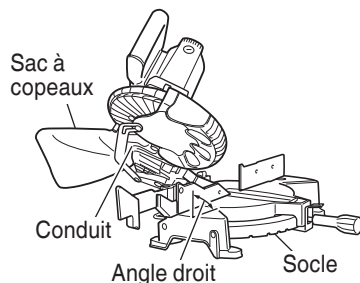

Fig. 33
- (1) Si le sac à copeaux est plein, les copeaux sortent du sac quand la lame tourne. Vérifier le sac à copeaux périodiquement et le vider avant qu'il ne soit plein.
- (2) Lors d'une coupe de biseau ou d'une coupe mixte, fixer le sac à copeaux à angle droit sur la surface du socle comme indiqué à la Fig. 33.